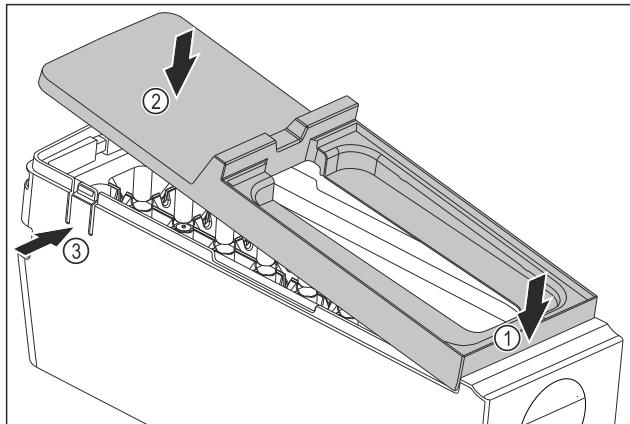

Fig. 81
- Montirajte pokrov glavnega dela EasyTwist-Ice: Pokrov spredaj namestite. Fig. 81 (1)
- Pokrov zadaj spustite. Fig. 81 (2)
- Pokrov se slišno zaskoči v obe sponi Fig. 81 (3).